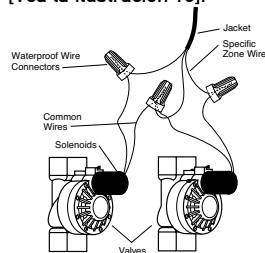

Ilustración 16: Instalación de válvulas
- Cada válvula tiene dos alambres. Uno debe conectarse como el alambre común. Los alambres comunes para todas las válvulas pueden conectarse juntos a uno de los alambres comunes que vayan a la válvula. El otro alambre de válvula se debe conectar al alambre de la estación específica que controlará esa válvula [Vea la ilustración 16].